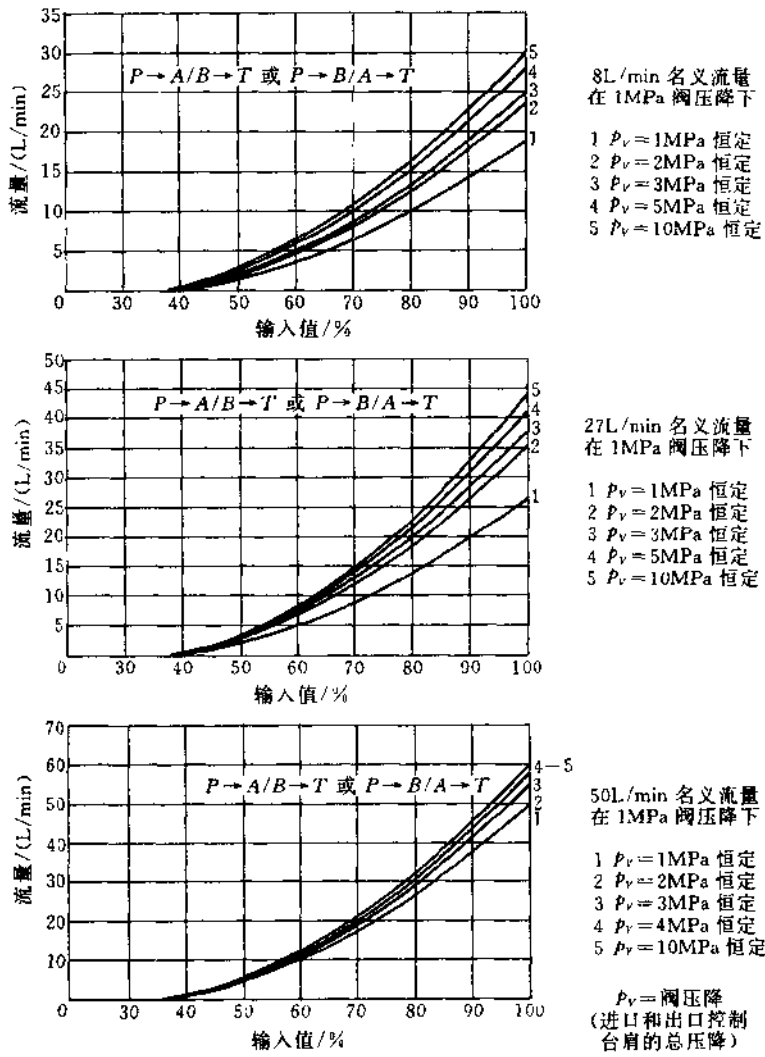

图 21.7-10 4WRA10 型直动式比例换向阀输入电流和名义流量曲线
- 4WRA10 型直动式比例换向阀频率响应特性曲线 见图 21.7-10。